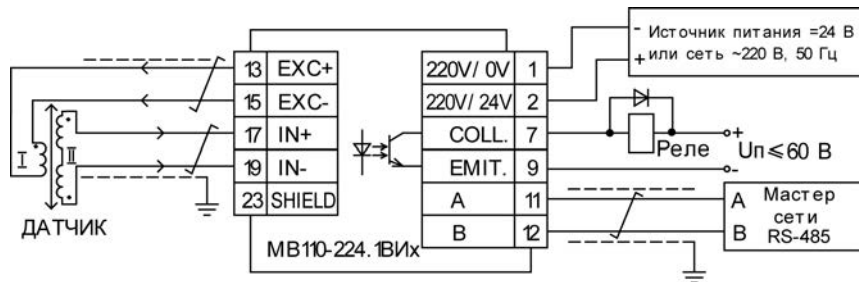

Рисунок 6.1 – Подключение к прибору внешних устройств
- установить переключку **JP1** на соединителе **XP1** в положение «DEFAULT» (см. рисунок 6.1), при этом прибор перестроится на заводские значения сетевых параметров, но в его памяти сохраняются ранее установленные значения сетевых параметров;